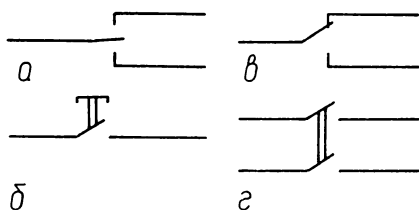

Рис. 93
**Задача 1.** В автомобилях устанавливают сигнализацию поворотов. Для этого используется переключатель с нейтральным средним положением (рис. 93, а).
Предложите схему электрической цепи, удовлетворяющей указанному условию. Для включения лампы используйте кнопку с нормально замкнутыми контактами (рис. 93, б).
**Задача 3.** Составьте схему электрической цепи, состоящей из двух ламп, кнопки, электрического звонка и однополюсного переключателя (рис. 93, в).
торой одновременно с включением электродвигателя гасла бы одна сигнальная лампа и зажигалась другая. При составлении цепи используйте двухполюсный переключатель (рис. 93, з). Учтите, что двигатель и сигнальная лампа должны быть включены параллельно.